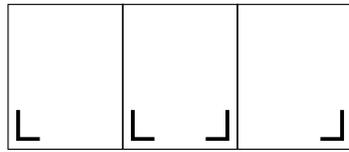

図10-1 前枠固定金具取付け位置
- ④ 前枠固定金具の取付け位置は両端部垂木と、中央の垂木連棟する場合は連棟部の垂木の2カ所を取付けてください。(図10-1,図10-2参照)